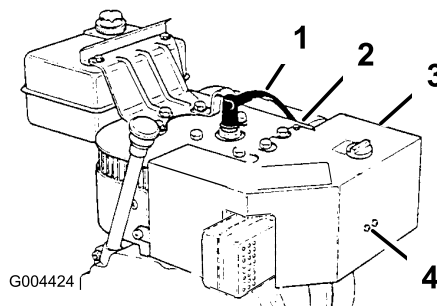

Figure 18
Si vous faites tourner le moteur quand la température ambiante excède 4 °C (40 °F), déposez la boîte de chauffage du carburateur (Figure 18).
1. Débranchez la bougie et éloignez le capuchon pour éviter tout risque de contact accidentel (Figure 18).
4. Enlevez les fixations de la boîte de chauffage du carburateur (Figure 18).